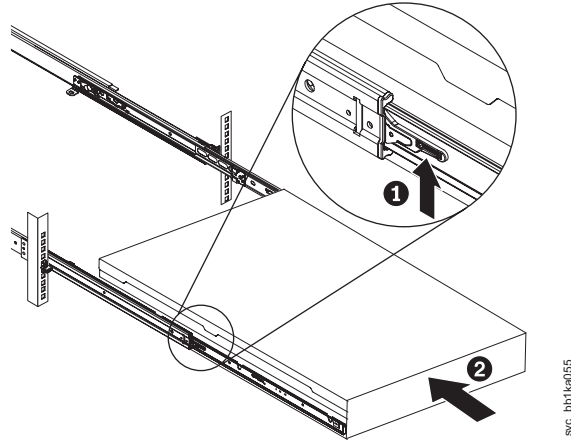

図 240. ラックのスライド・レールの SAN ボリューム・コントローラー 2145-CF8 ロック・レバーを上げる
11. スライド・レール上のロック・レバー (290 ページの図 240 の **1**) を上げて、サーバー **2** を、所定の位置にカチッと音を立てて収まるまで、ラック内に完全に押し込みます。